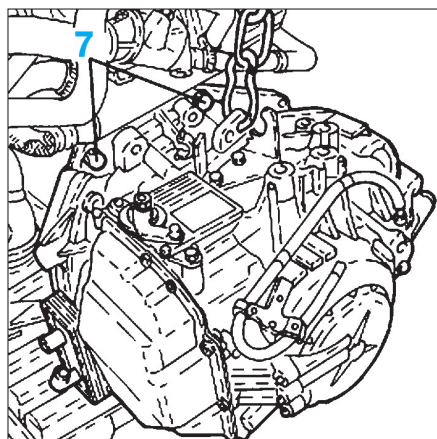

FIG. 6
- Déposer les deux dernières vis de fixation (7) (Fig.6).